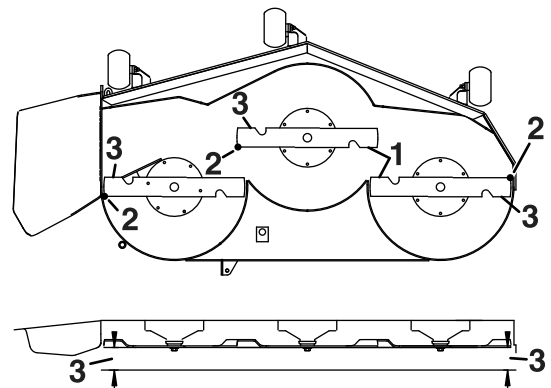

Figure 63
5. Mesurez la distance entre les tranchants extérieurs et le sol plat (Figure 63).